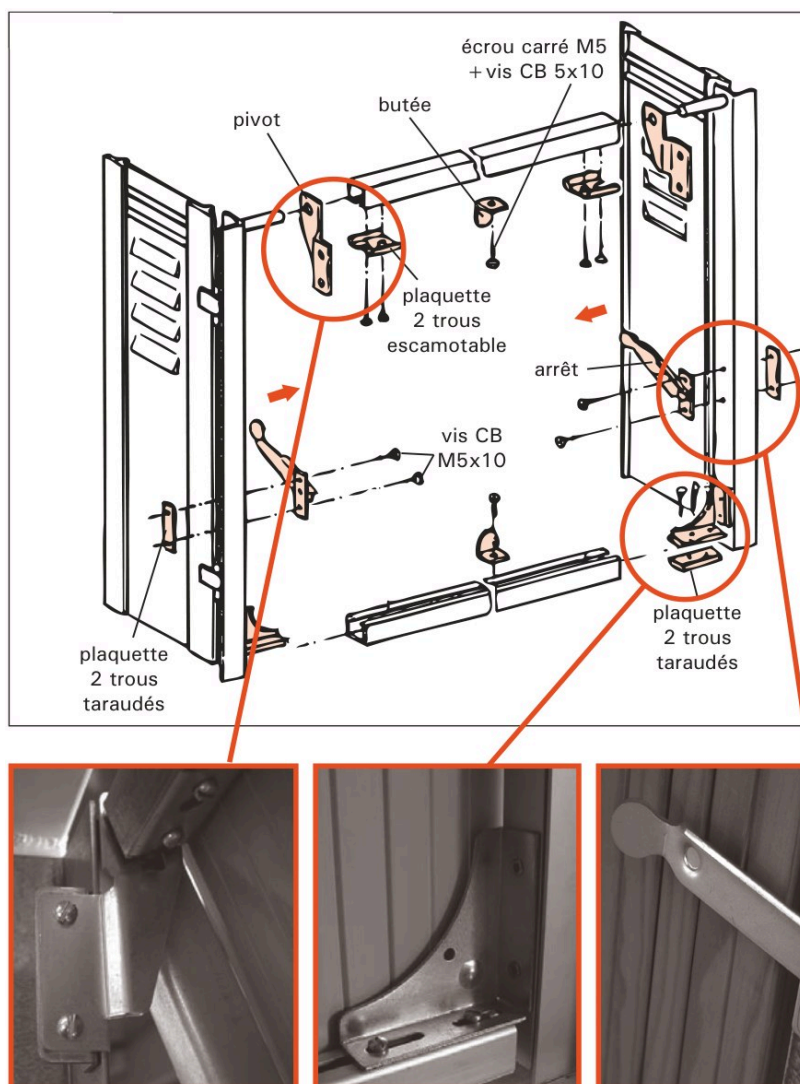

Figure 16 — Le cadre de projection : pivots, butées, plaquettes et arrêts ; trois détails en photo
- Vissez les arrêts en tableau sur les cornières (figure 16).